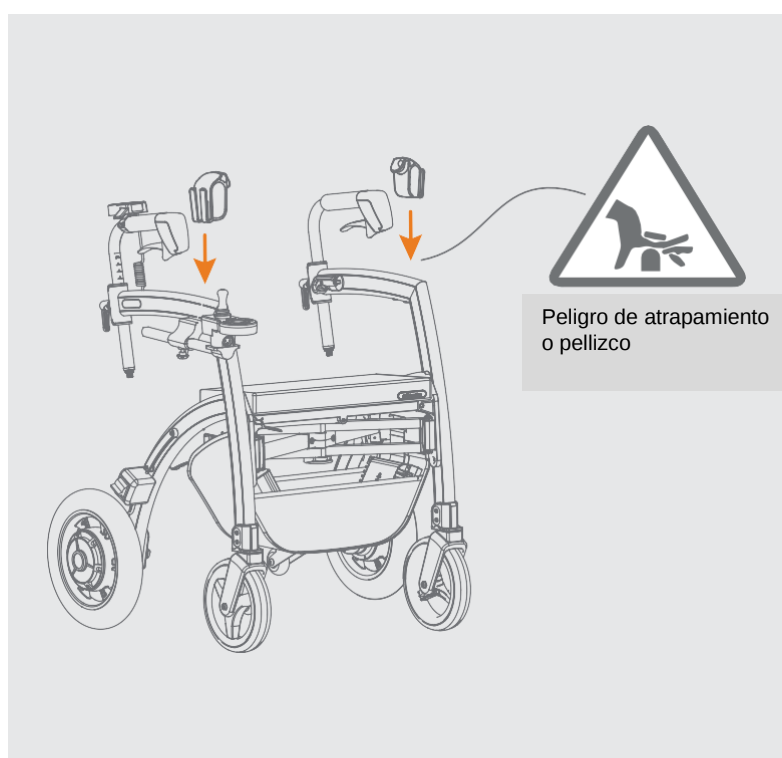

Figura 52: Colocar el Soporte 3 en 1.
- Coloque los soportes presionándolos hacia abajo sobre el marco (**Figura 52**).